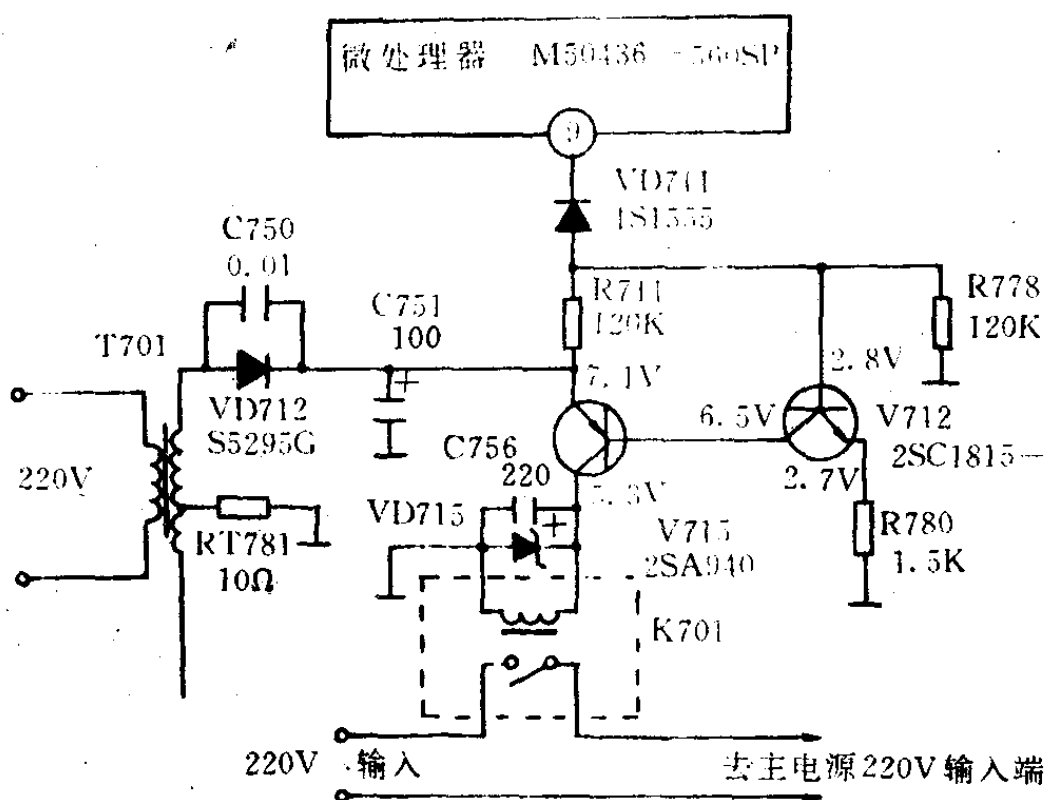

图 5-3 继电器主机电源控制电路
图 5-3 为用继电器做转换开关的遥控关机控制电路结构图。图中， T_{701} 为遥控部分的电源变压器， VD_{712} 、 C_{750} 、 C_{751} 组成 7V 整流滤波电路， VD_{715} 为稳压二极管， K_{701} 为继电器开关， V_{712} 为放大管， V_{715} 为开关驱动管，工作在截止与饱和导通状态， VD_{711} 为开关二极管。该电路的工作过程是：开机时，M50436-560SP 的⑨脚输出 5V 高电平，从而使 VD_{711} 因反偏而截止 $\rightarrow V_{712}$ 基极电压 $\uparrow \rightarrow V_{715}$ 基极电压 $\downarrow \rightarrow V_{715}$ 饱和导通 $\rightarrow$ 继电器因有电流通过而吸合 $\rightarrow$ 主机电源与 220V 交流供电接通。反之，当按下遥控器关机键时，M50436-560SP⑨脚转为低电平 0V，这时 VD_{711} 导通、 V_{715} 截止、 K_{701} 内的线圈中